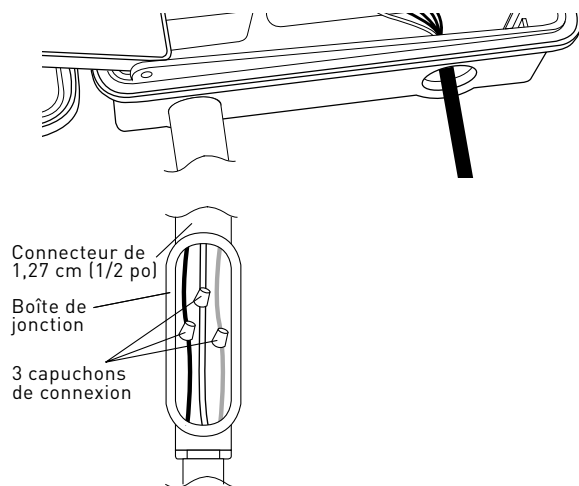

Figure 5: Utilisation d'une boîte de jonction
Emplacement à l'extérieur – si une prise protégée par un disjoncteur de fuite à la terre est disponible, insérez la fiche du cordon d'alimentation dans la prise de 230 V. Si aucune prise n'est disponible, vous devez raccorder le câblage de la minuterie de façon permanente (*consultez la figure 5)
- Raccordez la boîte de jonction à la minuterie à l'aide d'une tige filetée de 1,27 cm (1/2 po) (la boîte de jonction et la tige filetée ne sont pas incluses). [Consultez la figure 5.] Raccordez le conduit de la source d'alimentation électrique à l'entrée de la boîte de jonction en vous conformant à tous les codes appropriés.